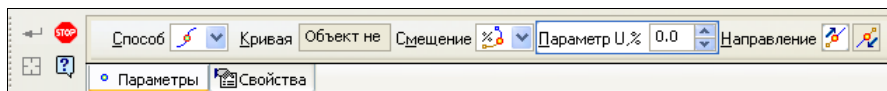

Рис. 23.5. Панель свойств: Точка при установленном способе **На кривой**
- ♦ вызовите команду **Точка**. На Панели свойств: Точка в окне **Способ** установите способ **На кривой** . Панель свойств при этом способе построения имеет вид, как на рис. 23.5;